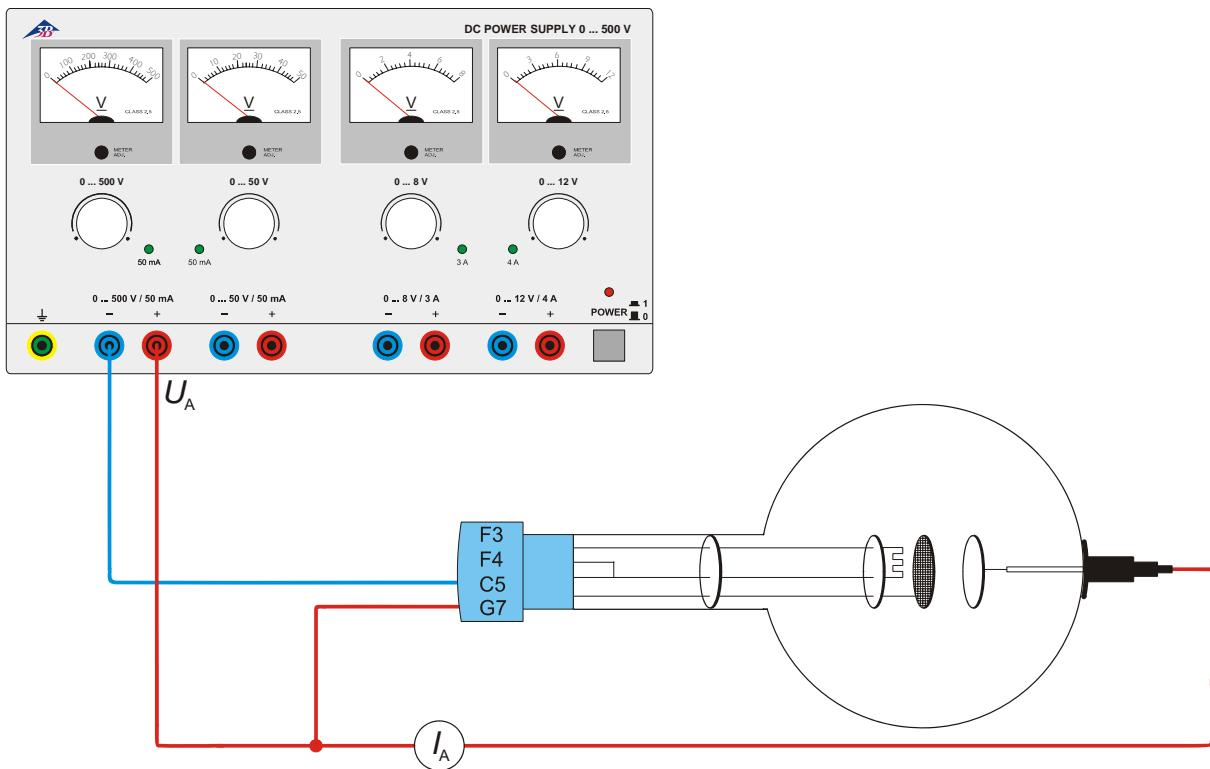

Fig.3 Descarga espontânea
- Producir a comutação segundo fig. 3.